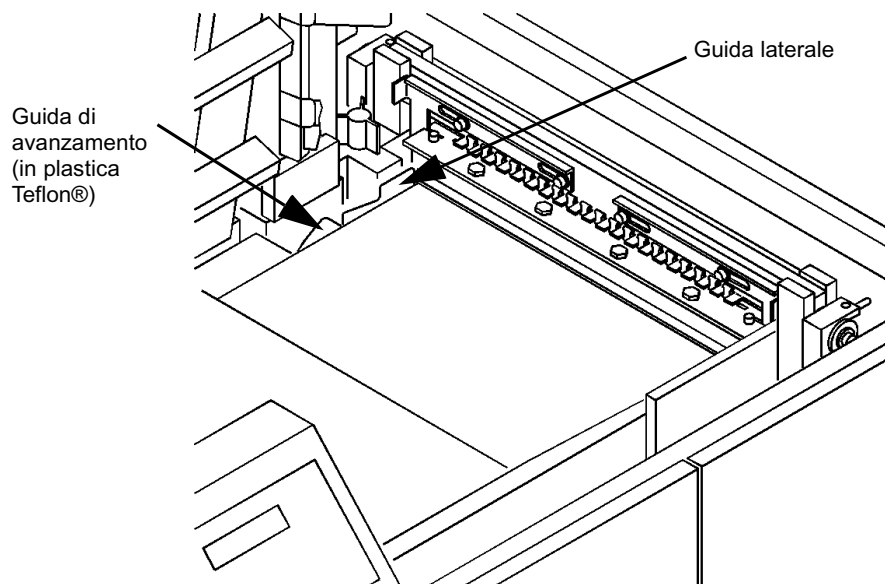

Figura 4-3: La guida laterale e la guida di avanzamento
- 5 Aprire (sollevare) il gruppo a fasce per espulsione dei fogli. Pulire le cinghie verdi al di sotto delle fasce, il riflettore del sensore e il sensore (sotto il foro nella piastra di base) con alcol isopropilico e un panno pulito liscio. Pulire la guida laterale e la guida di avanzamento, come illustrato nella Figura 4-3. Controllare che non vi siano accumuli di polvere o toner sotto la piastra di base.